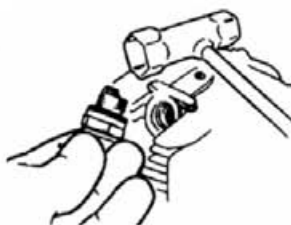

Fig.E15
1. Desconecte el cable de la bujía y quite la bujía con la llave de bujías (gire en sentido antihorario para extraerla) Véase la Fig.E15